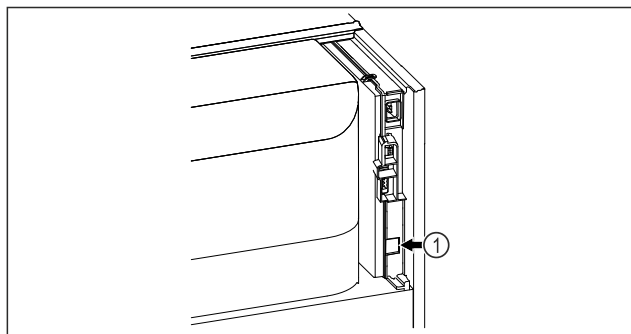

Fig. 134
- SmartModule Fig. 134 (1) je nasadený.